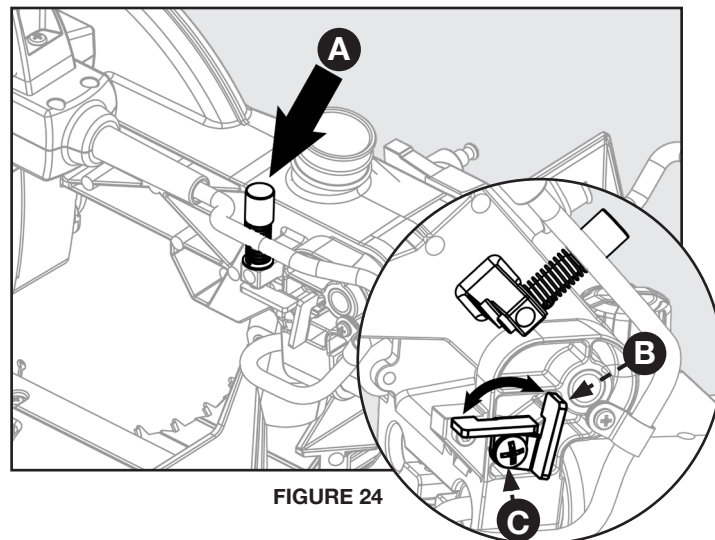

FIGURE 24
Consultez la figure 24 et suivez ces instructions afin de régler la butée pour une profondeur spécifique de coupe : utilisez un tournevis à tête cruciforme pour dévisser la vis (C) et tournez par la suite le support de la butée (B) dans le sens antihoraire vers le bas. Assurez-vous de resserrer la vis (C). La profondeur de la coupe peut maintenant être ajustée en tournant la vis d'ajustement de profondeur (A).
Consultez la figure 24 et suivez ces instructions afin d'effectuer une coupe complète : utilisez un tournevis à tête cruciforme pour dévisser la vis (C) et tournez par la suite le support de la butée (B) dans le sens horaire vers le haut. Assurez-vous de resserrer la vis (C).